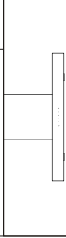

Fig. 5-2
2. Debe instalar el aparato a la parte frontal superior del área de cocción. (Fig. 5-2)